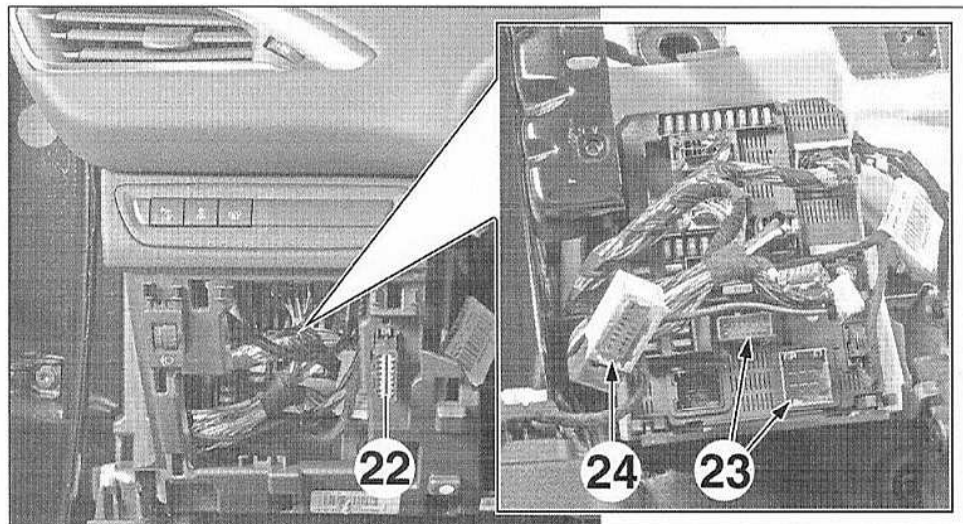

FIG.18
- Dégrafer la prise diagnostic (22) de la planche de bord (Fig.18).
- les connecteurs (23),
- le connecteur de raccord (24).